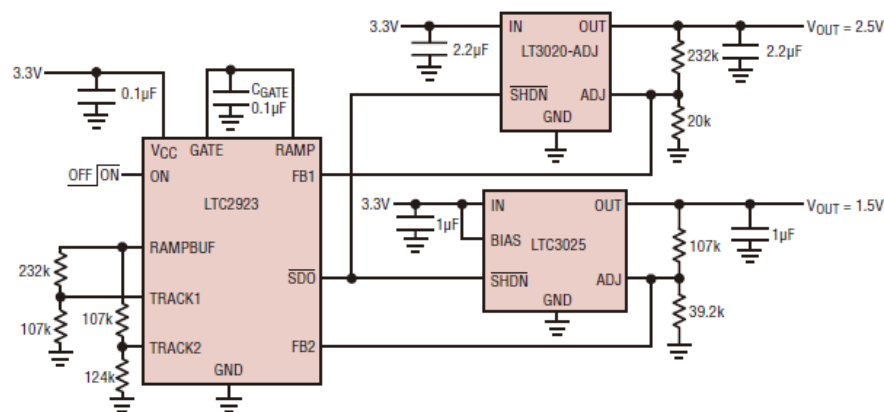
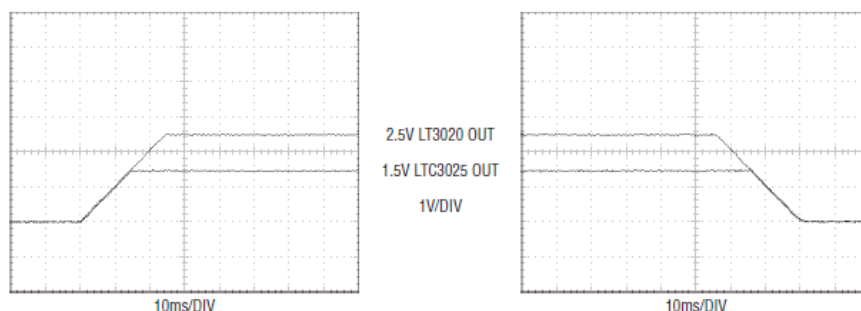

図1. LT3020とLTC3025にLTC2923を適用する例。
図2. 図1の回路の出力波形。
- **LT3020**：入力電圧が1V～10V、出力電流が100mAのLDOレギュレータです。このICのADJピンは、多くのスイッチング・レギュレータのフィードバック・ピンと同じように使用します。そのため、LTC2923によってLT3020の出力をトラッキングするのは容易です。LTC2923のデータシートには、標準的な回路例と設計手順が示されています。LT3020に適用する場合には、特にその内容を変更する必要はありません（図1、図2）。
- **LTC3025**：300mAの出力電流に対応するCMOSベースのLDOレギュレータです。レギュレートの対象とする入力電圧は0.9V～5.5Vです。ただ、この製品には、それとは別に2.5V～5.5Vのバイアス電源から給電を行う必要があります。LT3020と同様に、LTC3025もADJピンを備えています。その使い方は、一般的なスイッチング・レギュレータのフィードバック・ピンと同様です。そのため、必要な負荷電流が300mA未満である場合、LTC3025とLTC2923を組み合わせれば、シンプルな電源トラッキング用のソリューションを実現できます（図1、図2）。